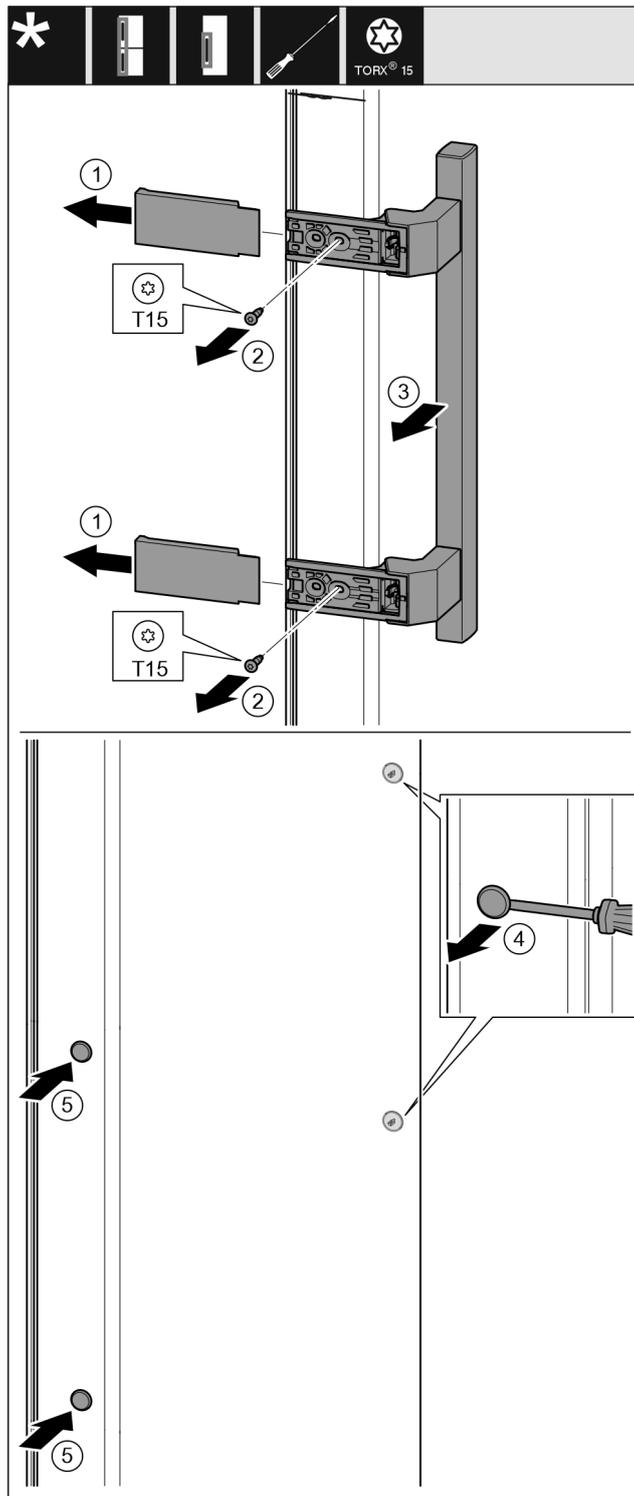

Fig. 39
- ▶ Skinite pokrov. Fig. 39 (1)
- ▶ Odvijačem T15 odvijte vijke. Fig. 39 (2)
- ▶ Skinite ručicu. Fig. 39 (3)
- ▶ Ravnim odvijačem oprezno podignite bočni čep i izvucite ga. Fig. 39 (4)
- ▶ Ponovo umetnite čep na drugoj strani. Fig. 39 (5)